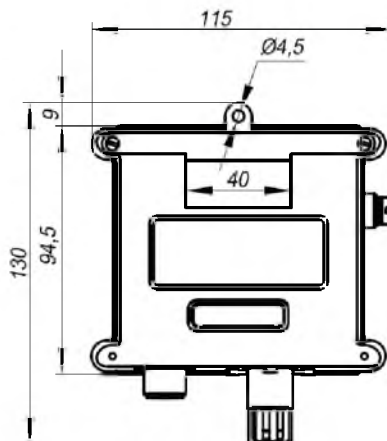

Рис. 7 Присоединительные размеры датчика в пластиковом корпусе
- для датчика в пластиковом корпусе: Установить скобу из комплекта поставки на двух винтах (саморезах) и установить датчик на скобу чувствительным элементом вниз. Присоединительные размеры указаны на рис. 7.